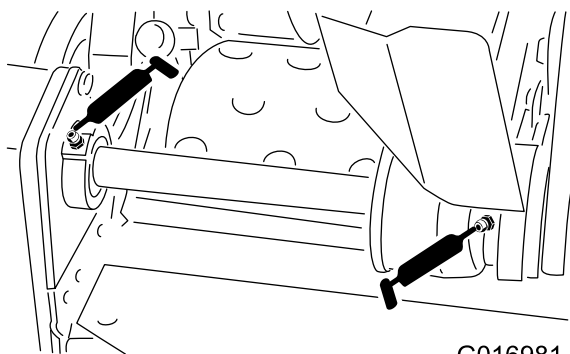

Bild 26
- 2 an den Spindelzwischenwellenlagern (Bild 26)